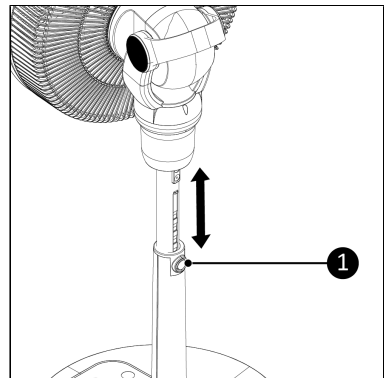

Abbildung 45.
1. Drücken Sie den Schalter zum Einstellen der Höhe (Abbildung 45, Pos. 1) am Standrohr und ziehen Sie den Ventilator nach oben oder drücken Sie ihn nach unten, um die Höhe einzustellen.